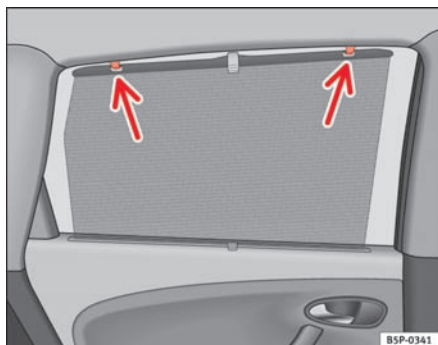

Fig. 85 Rullegardin i bagdør
- Træk rullegardinet ud, og hængt det fast i krogene på den øverste dør ramme ⇒ fig. 85. ■